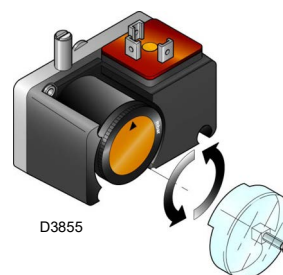

Fig. 38
- Régler le pressostat gaz seuil minimum (Fig. 38, page 34) en début d'échelle.
Effectuer le réglage du pressostat gaz seuil minimum (Fig. 38) après avoir réglé le brûleur, les vannes de gaz et le stabilisateur de rampe.